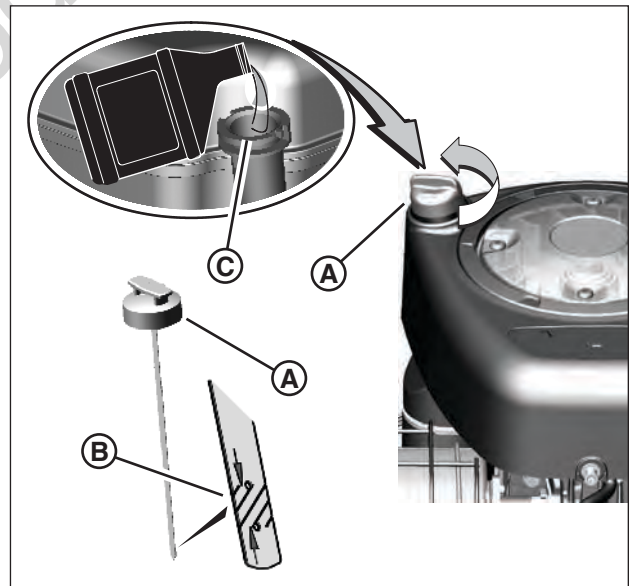

Figure 1: Huile moteur
1. Retirer la jauge d'huile (A, Figure 1) et la essuyer avec un chiffon propre.